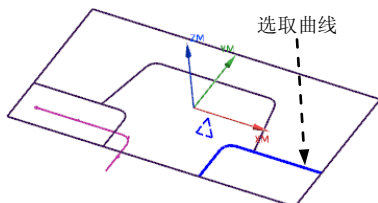

图 16.21 选取曲线
(5) 创建边界 2。按顺序依次选取图 16.21 所示的曲线, 单击 **创建下一个边界** 按钮, 结果如图 16.22 所示。单击 **确定** 按钮, 返回到“边界几何体”对话框, 单击 **确定** 按钮。